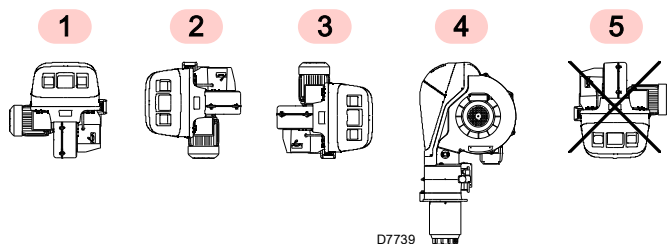

图 13
- 燃烧器设计为仅能安装在位置 1, 2, 3 和 4 (图 13)。